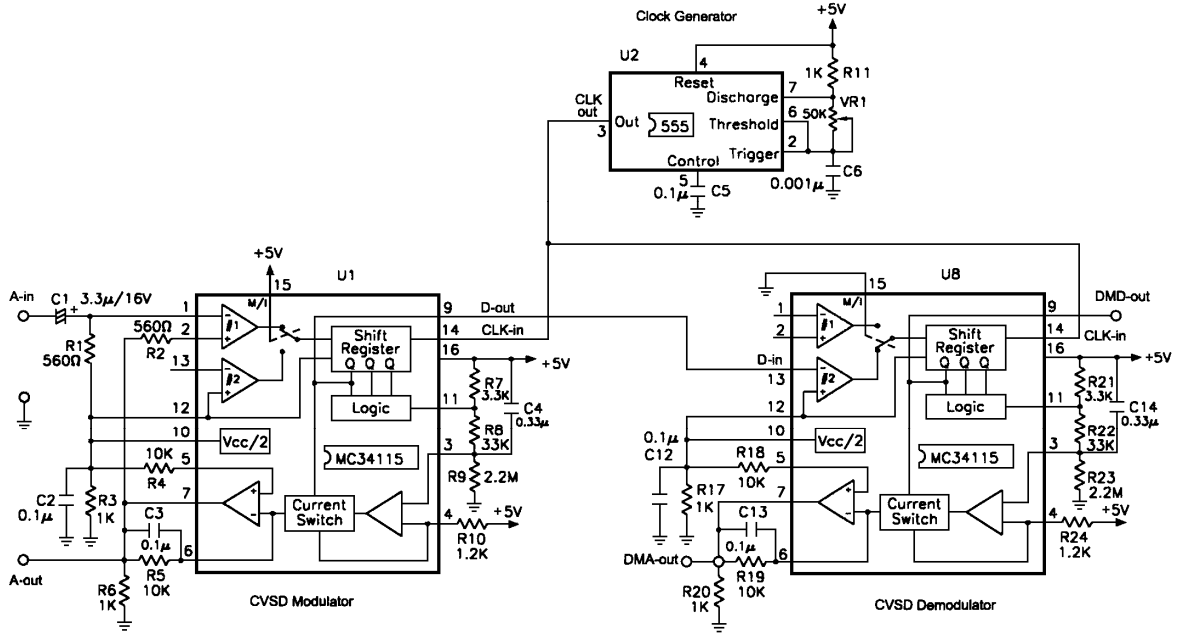

Fig. 16-7 CVSD sistemi.
Fig. 16-7, CVSD sistemini göstermektedir. Sistem, saat üretici U2, CVSD modülatorü U1 ve CVSD demodülatorü U8'den oluşmaktadır. U1 ve U8 aynı MC34115 çipini kullanmaktadır. M/\bar{I} , 5V'a bağlandığı zaman, çip,
- 1. Fig. 16-7'de gösterilen CVSD sistemini tamamlamak için 2., 6. ve 8. pozisyonlara jumper yerleştirin.